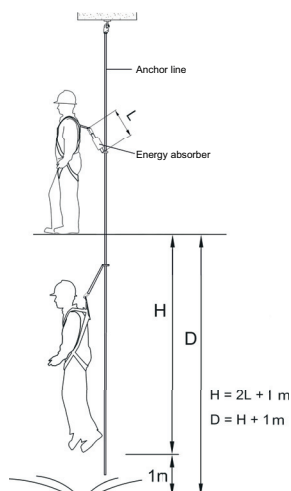

Fig. 1 Bremseafstand og frihøjde til faldsikring
- Se fig. 1 (L er energiabsorberens længde) for kravet til den maksimale faldsikringsafstand H og den minimale faldsikringsafstand D.